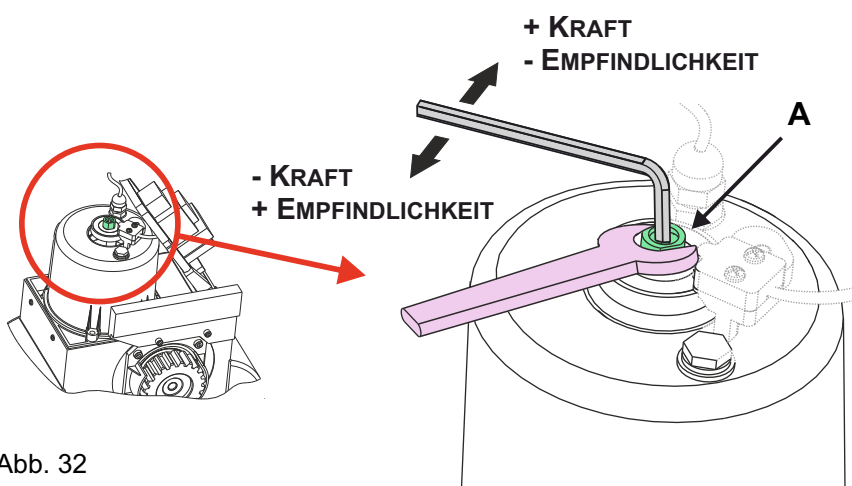

Abb. 32
**10.2.** Zum Einstellen der Kupplung den Gewindestift «A» - Abb. 32 - wie folgt einstellen